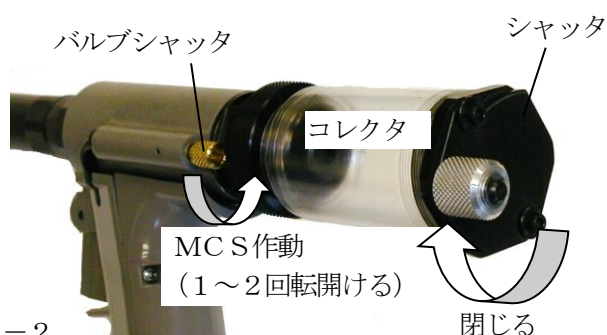

図4-2
- (3) シャッタが閉じているか確認してください。開いている場合はシャッタを右に回して、閉じてください。(図4-2)
- (4) バルブシャッタを左に1~2回転回して開き、MCSを作動させてください。(図4-2)